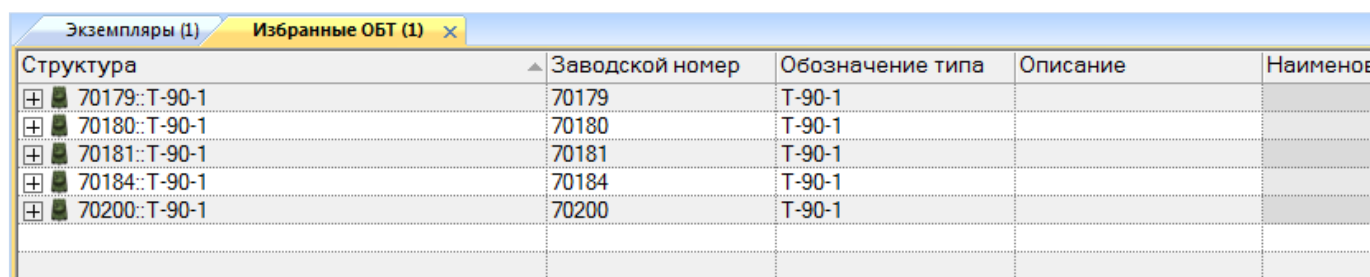

Рис. 20-45 – Окно «Избранные экземпляры ФИ»
- 4) Выбранные экземпляры ФИ добавятся в окно «Избранные ФИ» (рис. 20-45).